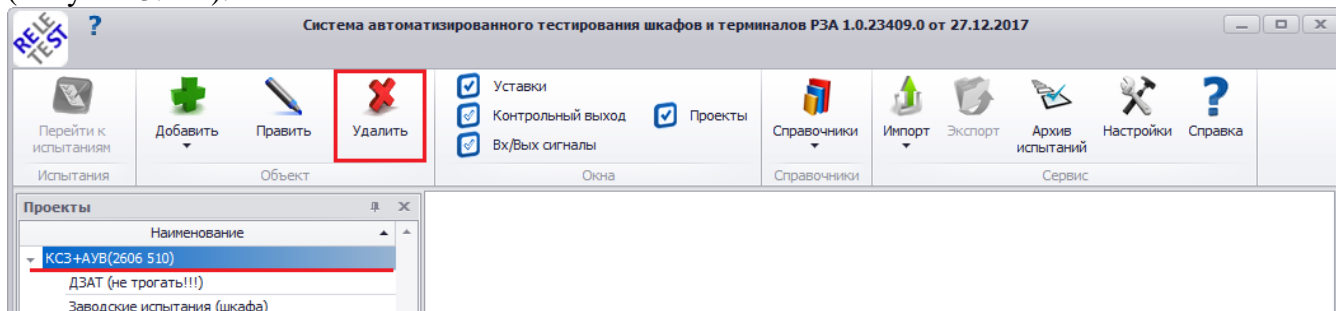

Рисунок 3.121
- в мобильном окне «Проекты» левой клавишей мыши выделить наименование группы проектов, требующей удаления, и нажать на кнопку «Удалить» на панели управления (Рисунок 3.121).